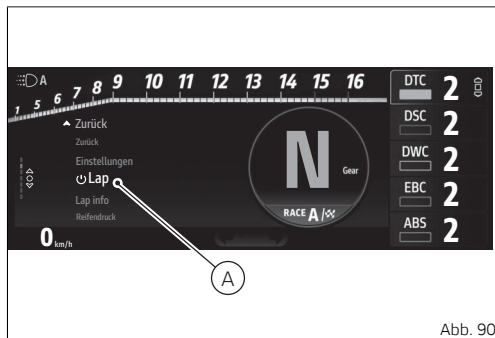

Abb. 90
- über die Tasten  und  die Angabe „Lap“ (A, Abb. 90 S.119) markieren, dann die Taste  drücken.